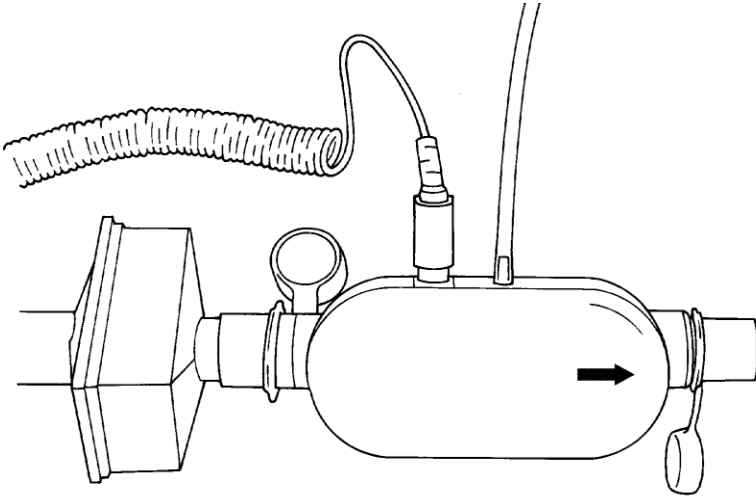

Figure 5. Fixation de la tubulure de pression au module de débit élevé
3. Module de débit élevé uniquement : installer la tubulure de pression (**Figure 5**).